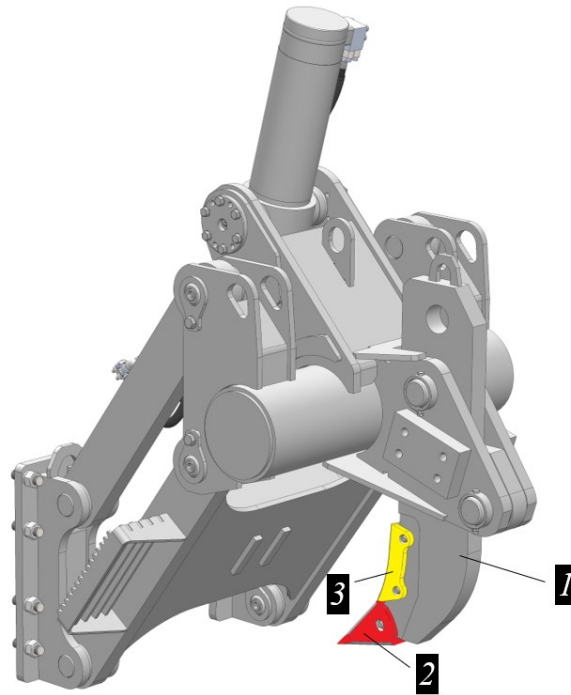

Рисунок 5.116. Рыхлитель в сборе
- ▶ Осмотрите коронку и протектор ножа рыхлителя на предмет износа или повреждения, см. рис. 5.116.